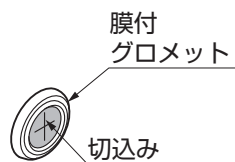

図1-4 地上配線の場合
- ①地上配線の場合は、膜付グロメットに切込みを入れてください。(図1-4参照)
- ②ケーブルをジャンクションボックスに挿入し、結線してください。
- ③通電、点灯を確認してください。
- ④キャップに接着剤を塗布し、キャップを取付けてください。